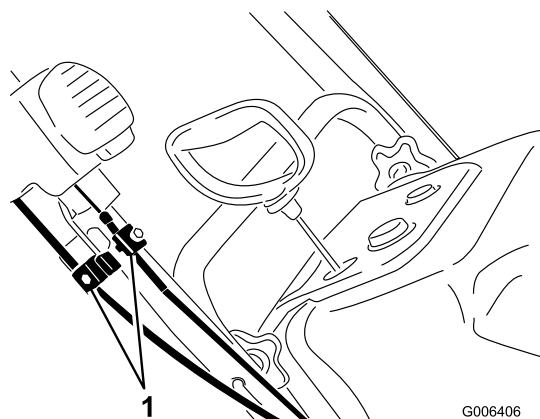

Figure 38
1. Desserrez les serre-câble des deux câbles de commande Quick Shoot (Figure 38).